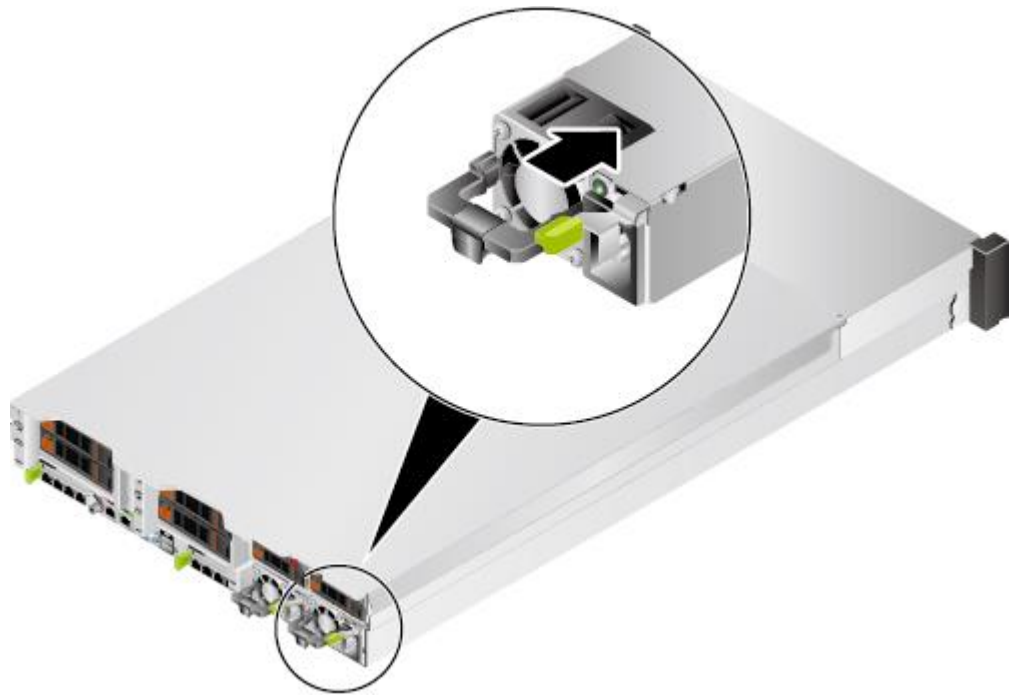

图 5-8 安装电源模块
4. 以其中一个电源模块为例，将新的电源模块沿电源滑道推入，直至听到“咔”的一声，电源弹片自动扣入卡扣，电源模块无法移动为止，如图 5-8 所示。